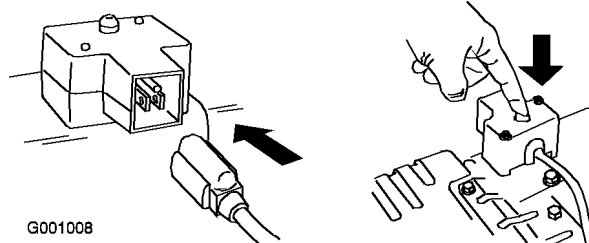

Figura 30
7. Avviate lo spazzaneve usando la maniglia di avviamento a strappo o l'avviamento elettrico (Figura 30).